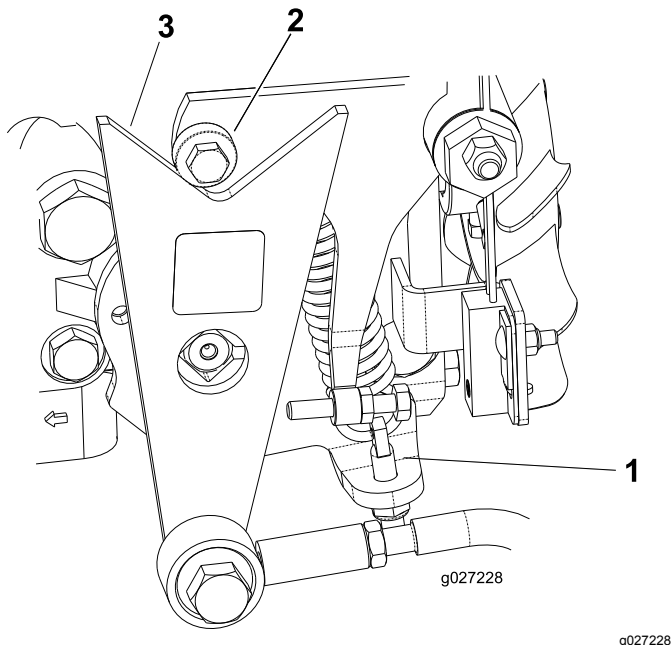

図 44
- 回転方向が正しければ、エンジンを停止し、スプリング調整ピンのロックナットの調整を行う 図 44。走行系統のニュートラル調整を行う 走行ドライブのニュートラル調整 \(ページ 29\) を参照。